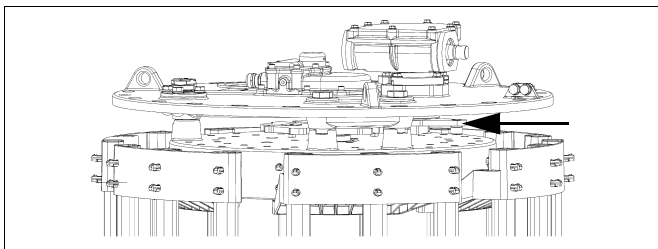
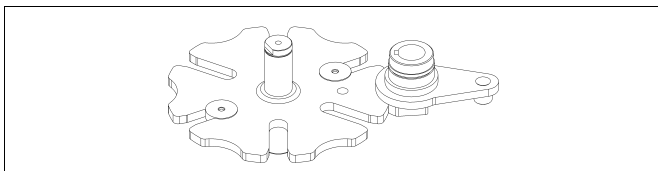

рис. 45
рис. 46
- 3) При поставке рычаг мальтийской шестерни (рис. 45) находится в положении наладки (рис. 46).